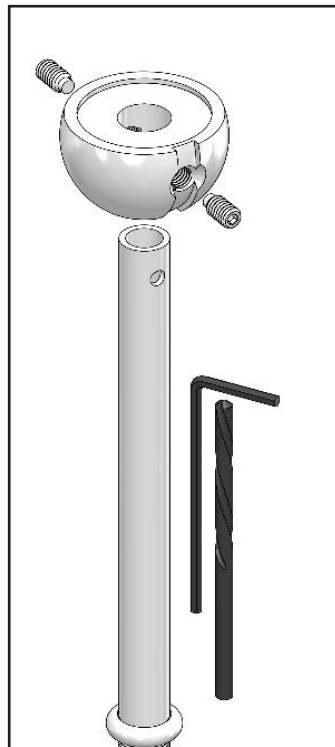

Figura 4
5. Ambos **tornillos de sujeción** deben encajar en la **varilla** a través de los orificios realizados (Figura 4).